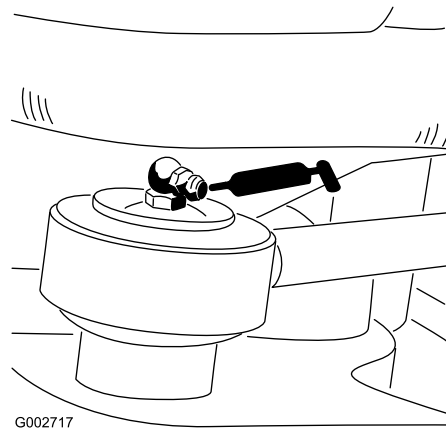

Bild 23
- Ende der Lenkzylinderstange (1), nur Modell 08705 (Bild 23)